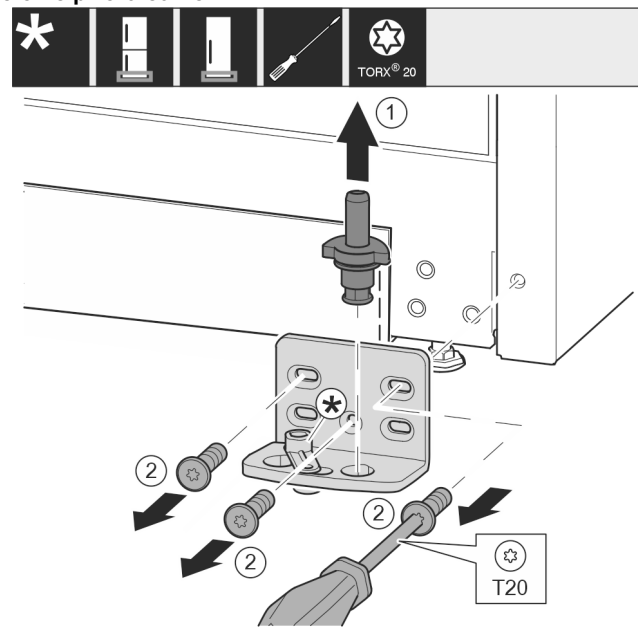

Fig. 11
- ▶ Visiškai ištraukite atraminius varžtus į viršų. Fig. 11 (1)
- ▶ Išsukite varžtus atsuktuvu T20 ir nuimkite atraminę gembę. Fig. 11 (2)